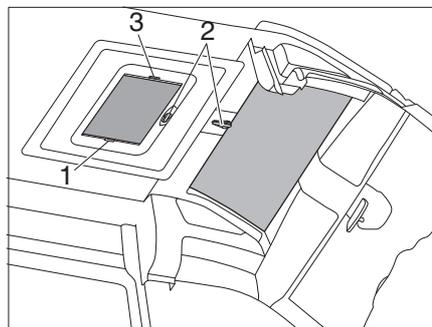

Bild 26 Kurbelhub-Dachhaube mit Skyroof
*Öffnen:* ■ Die Handkurbel (Bild 26,2) gegen den Uhrzeigersinn drehen, bis Widerstand spürbar ist (max. Öffnungswinkel 60°, nur bei Heki).
*Schließen:* ■ Die Faltverdunklung am Griff (Bild 26,3) ziehen und an der gewünschten Position loslassen. Die Faltverdunklung bleibt in dieser Position stehen.
*Öffnen:* ■ Die Faltverdunklung am Griff (Bild 26,3) langsam in Ausgangsstellung schieben.
*Schließen:* ■ Den Insektenschutz am Griff (Bild 26,1) zum gegenüberliegenden Griff der Faltverdunklung (Bild 26,3) ziehen.